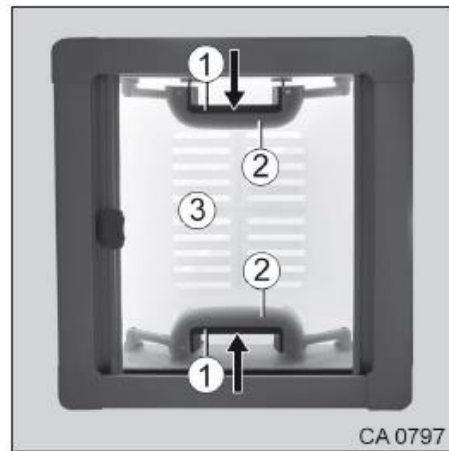

Fig. 60 Lanterneau manipulable à deux mains
1. Comprimer la partie mobile de la poignée (Fig. 60/1) et la partie fixe de la poignée (Fig. 60/2).
2. Pousser simultanément la poignée vers le haut pour amener le lanterneau (Fig. 60/3) sur la position d'ouverture souhaitée.
2. Tirer simultanément sur la poignée vers le bas pour fermer le lanterneau (Fig. 60/3).